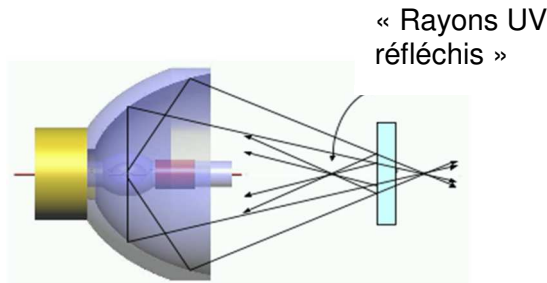
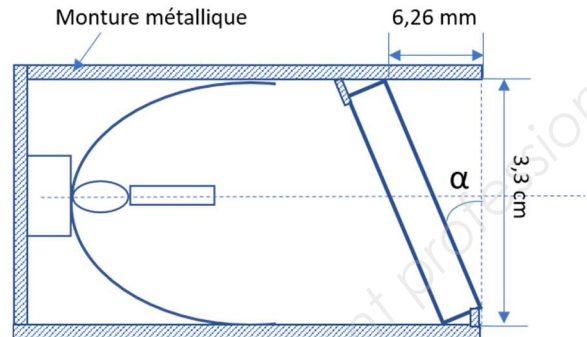

Figure 4a : lampe UHP et filtre anti UV non incliné
Figure 4b : lampe UHP et filtre anti UV incliné (vue de dessus)
- 2.2. Les figures 4a et 4b présentent deux configurations possibles de positionnement du filtre anti UV. Pour des raisons énergétiques, la configuration de la figure 4b est celle retenue par le constructeur.